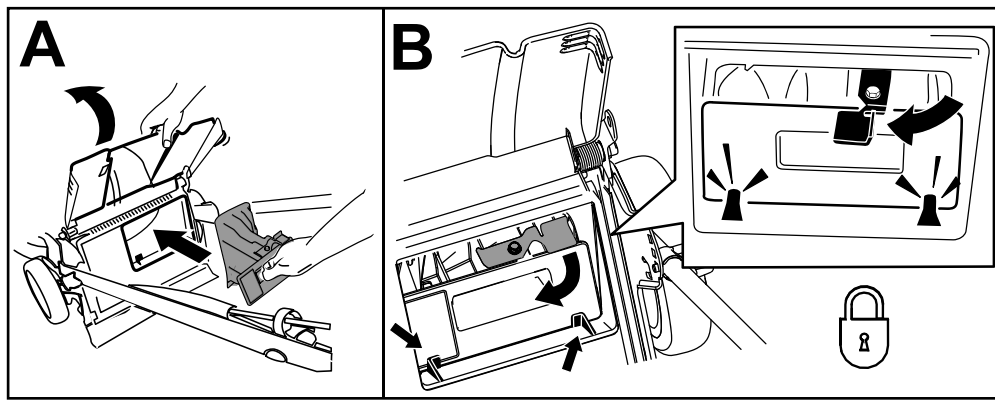

Figura 22
**Importante:** Asegúrese de que el tapón trasero está bloqueado en su sitio. Para bloquear el tapón: levante el deflector trasero (Figura 22, A), introduzca el tapón y presione firmemente hasta que encaje detrás de las pestañas, y gire la palanca del tapón a la izquierda (Figura 22, B).